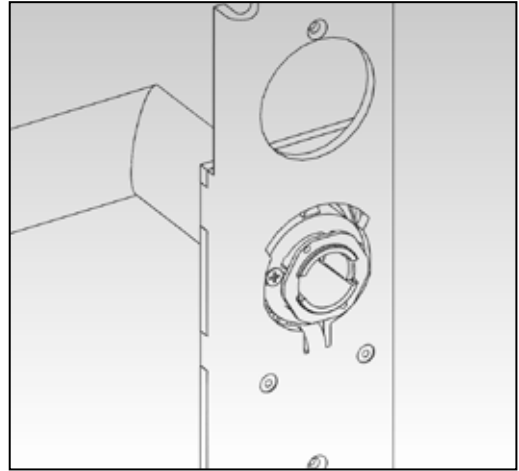

Abbildung 3 · Fig. 3 · Illustration 3 · Afbeelding 3
12. Den Außendrücker festhalten und mit dem Gabelschlüssel bis zum Anschlag ca. 75° nach rechts verdrehen (Bild 3 und Bild 4). Hierbei die beiden (runden) Markierungen auf dem Verschluss beachten. Anschließend den festen Sitz kontrollieren.